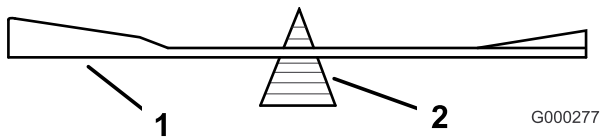

Figure 58
2. Vérifiez l'équilibre de la lame en la plaçant sur un équilibreur (Figure 58). Si la lame reste horizontale, elle est équilibrée et peut être utilisée. Si la lame est déséquilibrée, limez un peu l'extrémité de la partie relevée seulement (Figure 58). Répétez la procédure jusqu'à ce que la lame soit équilibrée.